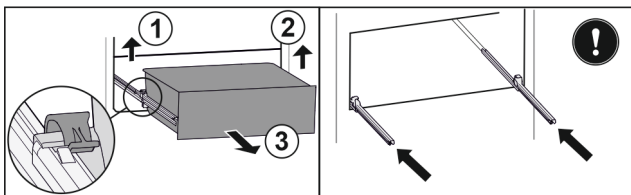

Fig. 80
- ▶ Løft venstre klemme og trekk samtidig skuffen fremover til venstre. Fig. 80 (1)
- ▶ Løft høyre klemme og trekk samtidig skuffen fremover til høyre. Fig. 80 (2)
- ▶ Ta ut skuffen framover. Fig. 80 (3)